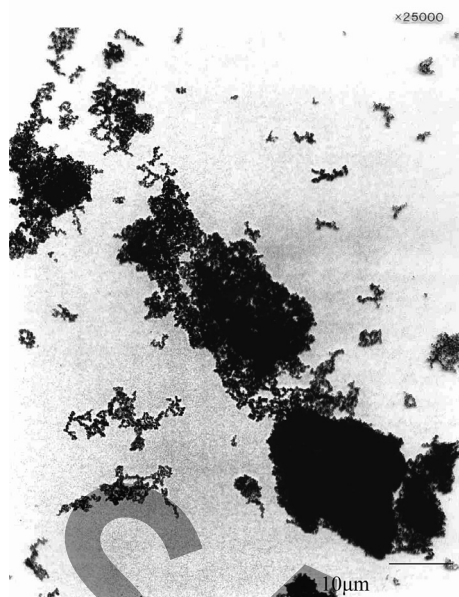
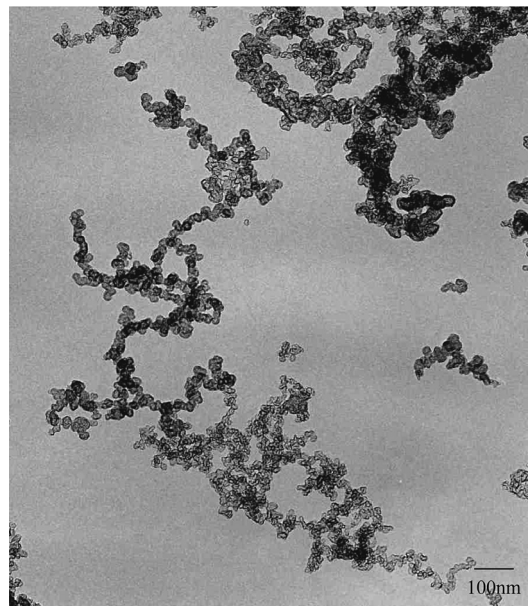
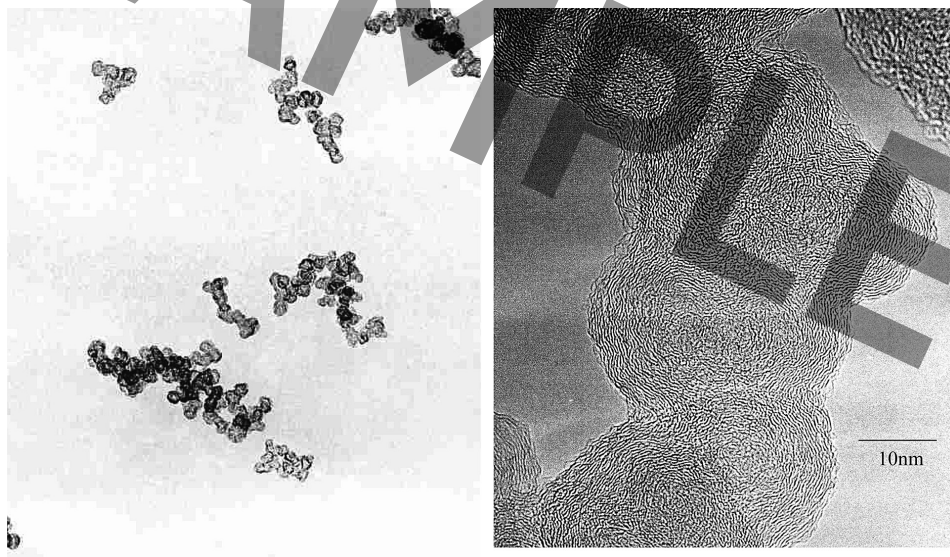

図2 カーボンブラック 凝集塊
図3 カーボンブラック アグロメレート
図4 カーボンブラック アグリゲート
ゴム/プラスチック中に分散させたカーボンブラックは、①凝集塊のまま存在している場合(図2)、②分散が進み、アグリゲート同士がVan der Waals力により結合した構造体“アグロメレート”として存在している場合(図3)、③アグリゲートまで完全分散している場合(図4)に大別できる。この分散状態は、ゴム/プラスチックの補強性、機械的強度、着色度、導電性や、塗料の場合の接着性に大きく影響を及ぼす。そのため、ゴム/プラスチック中、あるいは溶剤/バインダー中における分散状態がどのレベルにあるかを考慮しつつ、配合量や分散条件を決定していくことが非常に重要となる。例えば、図3のような状態で分散している場合には、アグロメレートから形成されたカーボンチェーンが放射線状に広がっており、補強性、導電性能などから言えば非常に有利な分散状態と言える。この状態から分散を更に進めていき、アグロメレートの切断、言い替えればカーボンチェーンの切断を起こしながら、図4のようなアグリゲートまで分散させた場合には、分散という意味では良好な状態となっているが、補強性や導電性の低下原因となる場合があるなど、注意が必要となる。一方、市販のカーボンブラックは形状がパウダー状のものでも、そのままでは性能が発現しにくい凝集塊(図2)として存在しているため、アグロメレートやアグリゲートまで分散させる技術やノウハウが必要である。